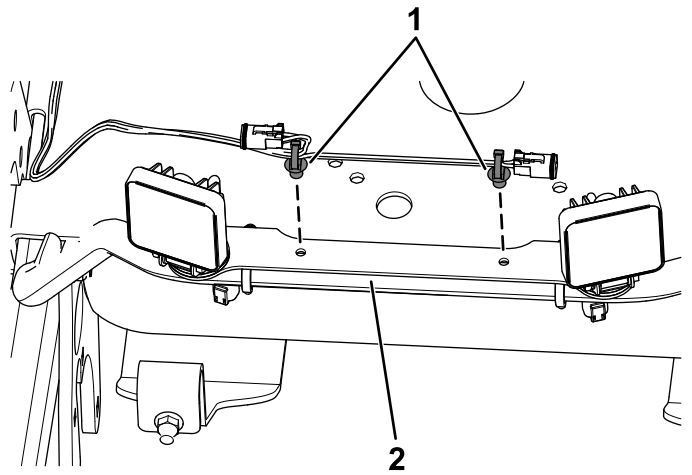

Figur 3
1. Koble de to kontaktene foran på maskinen inn i LED-lysene (Figur 3).